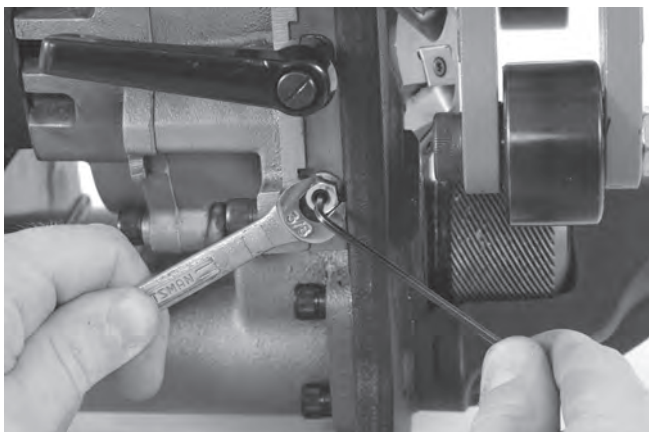

Рис. 27 – Регулировка прижимной пластины
5. Удерживая установочные винты на месте с помощью шестигранного ключа, затяните контргайки (Рис. 27).